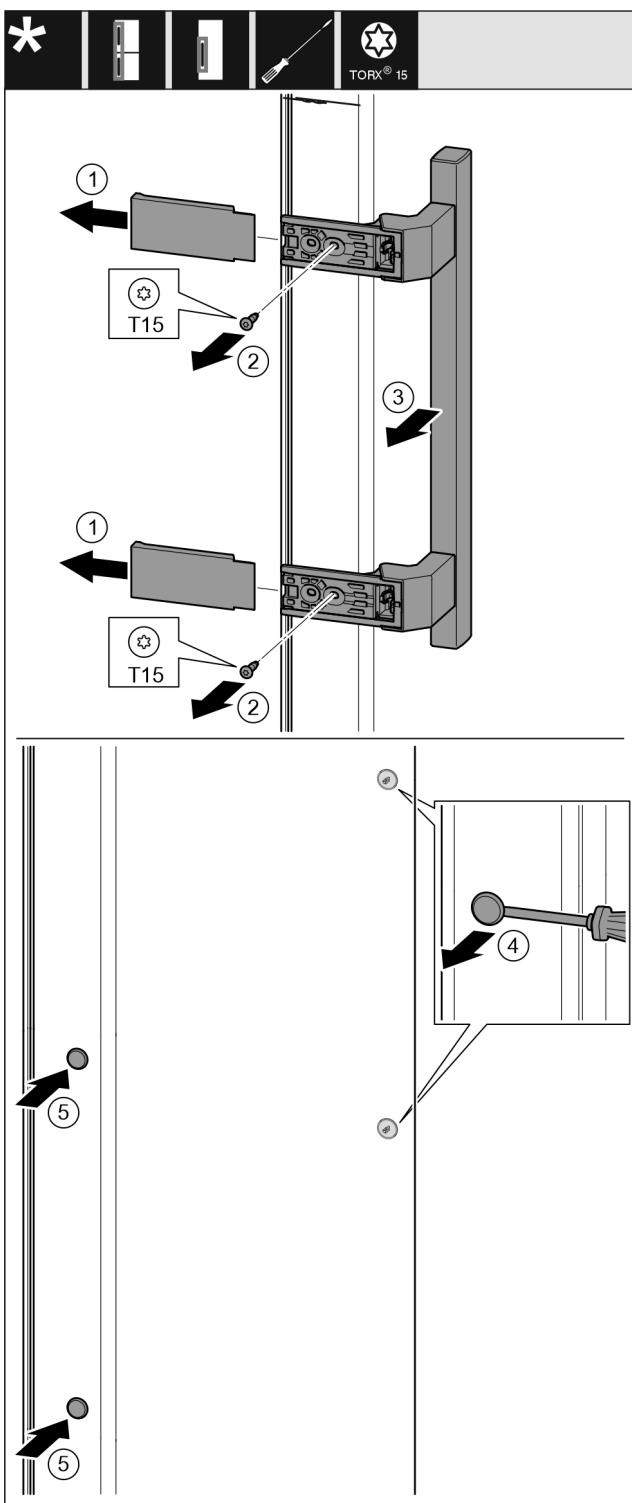

Fig. 18
- Снимите крышку. Fig. 18 (1)
- Выкрутите винты отверткой Torx 15. Fig. 18 (2)
- Снимите ручку. Fig. 18 (3)
- Осторожно поднимите шлицевой отверткой боковые заглушки и извлеките их. Fig. 18 (4)
- Снова вставьте заглушки с другой стороны. Fig. 18 (5)